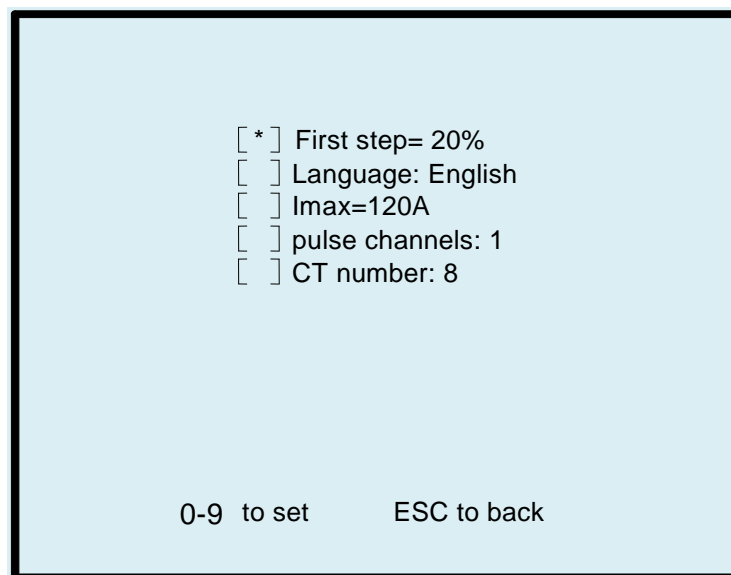

Рисунок 4.2.13 Экран системных параметров 6300
- второй экран при вводе пароля 6300 (рисунок 4.2.13).